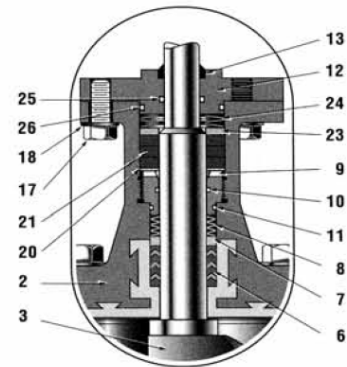

Abbildung 4
1. Die Schrauben (17), die Unterlegscheiben (18) und den Flansch vom Stellantrieb (12) abnehmen. Bei Ausführungen mit Sicherheits-Stopfbuchenpackungen (Abbildung 4) sind die Tellerfedern (24), der obere Stopfbuchsring (23), die Packung (21) und der untere Stopfbuchsring (20) zu entfernen.
Wenn das Steuerventil mit einer Sicherheits-Packung ausgestattet ist, den unteren Stopfbuchsring (20), drei Packungsringe (21), den oberen Stopfbuchsring (23) und drei Tellerfedern (24) gemäß Abbildung 4 einsetzen.
9. Den Lippendichtring (13) in den Anschlussflansch (12) für den Stellantrieb einlegen. Wenn der Stellantriebsflansch Ringnuten hat, sind die passenden O-Ringe (25 innen, 26 außen) einzulegen.
10. Den Stellantriebsflansch über die Kegelwelle schieben und mit Schrauben (17) und Unterlegscheiben (18) am Zwischenflansch befestigen.
(1) Siehe Abbildung 4